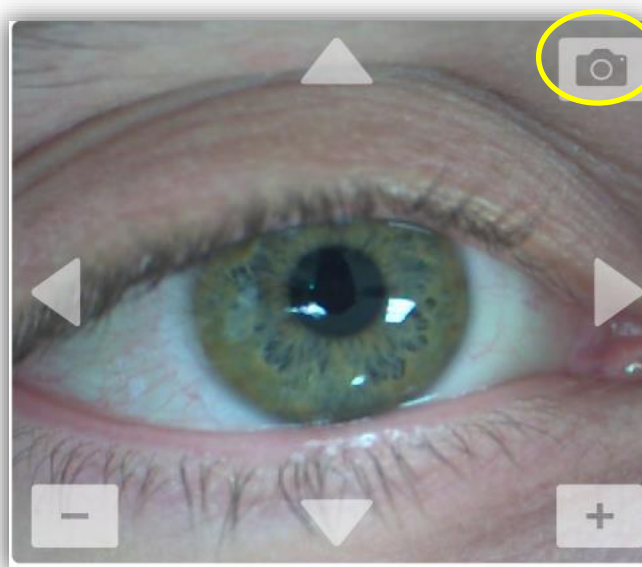

Figura 3-32. Acquisizione delle immagini
- Per acquisire un'immagine, selezionare il pulsante della fotocamera nell'angolo superiore destro dell'immagine dell'occhio, come mostrato nella Figura 3-32.